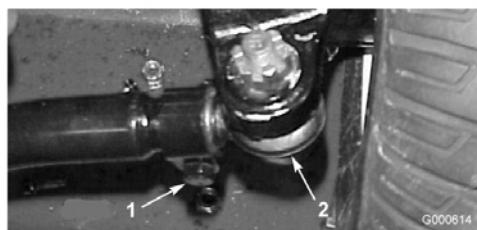

Figura 48
2. Para ajustar, retire la chaveta y la tuerca de cualquiera de las articulaciones esféricas de la biela (Figura 48). Retire la articulación esférica de la biela del soporte del eje.
- Afloje las abrazaderas en ambos extremos de las bielas (Figura 48).
- Gire la articulación esférica retirada hacia dentro o hacia fuera una (1) revolución completa. Apriete la abrazadera en el extremo suelto de la biela.
- Gire el conjunto completo de la biela en el mismo sentido (hacia dentro o hacia fuera) una (1) revolución completa. Apriete la abrazadera en el extremo conectado de la biela.